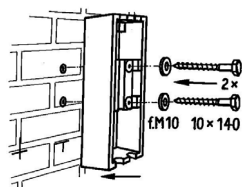

Рис. 3
5. Прикрутите заднюю часть термоизоляции к стене (не перетягивайте) с помощью шурупов (рис. 3), входящих в комплект и подсоедините группу к линиям котла.